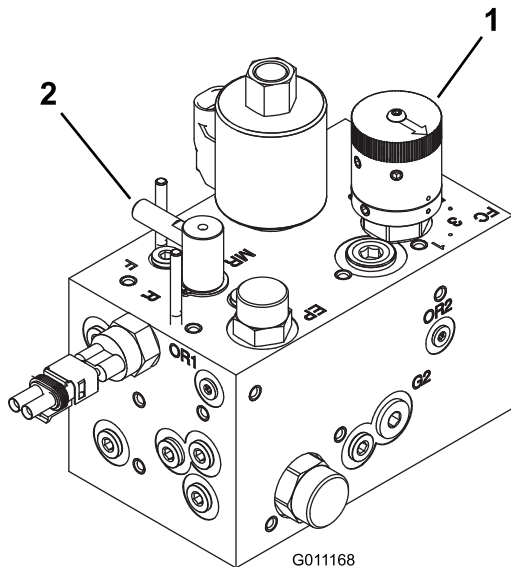

図 75
3. バックラップ・コントロールをバックラップ位置 (R) にセットする。リール速度コントロールを 1 にセットする (図 75)。